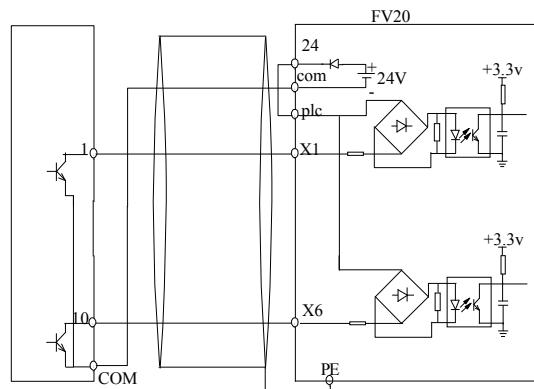

Рис. 4-9 Подключение с использованием внутреннего источника с ключами структуры NPN
- 1) Используйте внутренний источник тока 24В и внешний контроллер, оснащенный транзистором NPN с общими эмиттерами, подсоединенными согласно рис. 4-9.